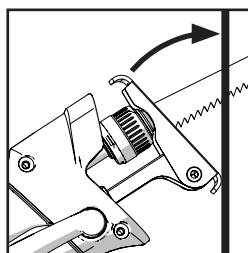

Fig. 10
- Tenez la machine selon un angle de la pièce avec le bord inférieur de la plaque de contact reposant fermement sur la pièce. (**Fig. 10**).